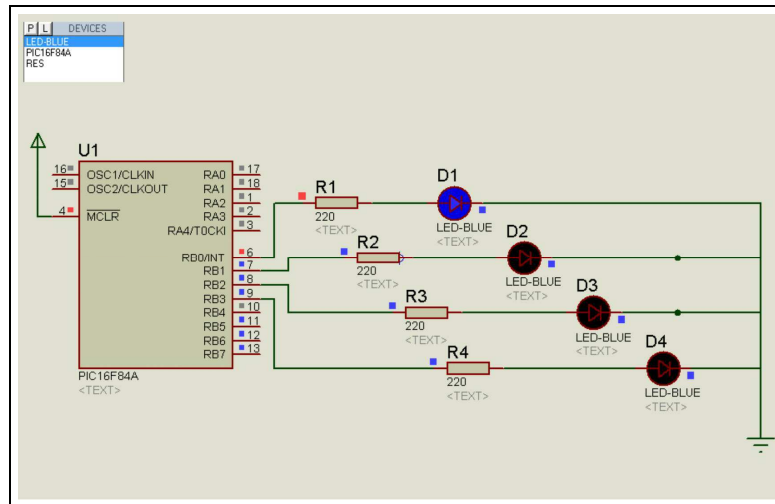

FIGURE 1.4: Schéma électronique « Clignotement de plusieurs LED »
1. Réaliser le circuit de test (figure 1.4) sous ISIS.